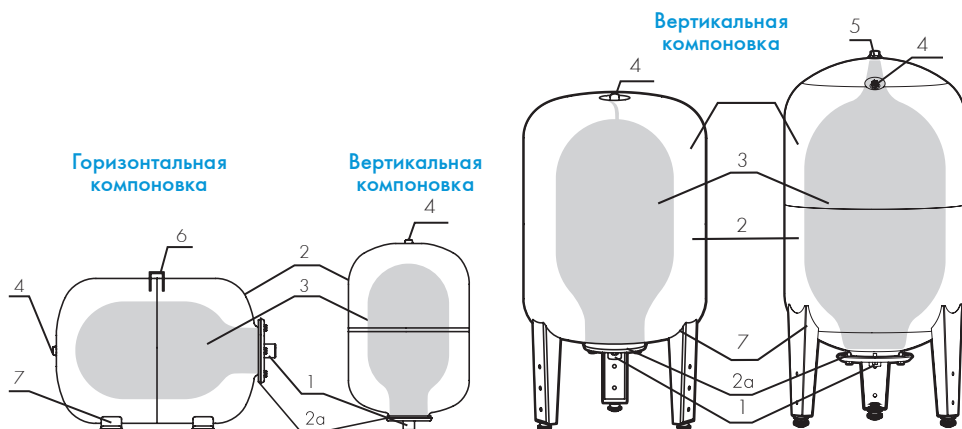

Рисунок 2
4.1 Основные детали (рисунок 2):